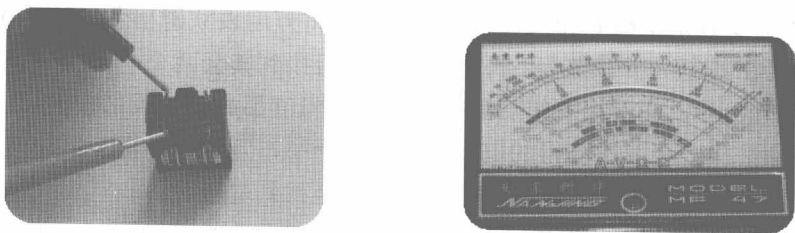

图 2-55 使用指针式万用表检测变压器好坏
步骤③ 用“ $R \times 1K$ ”档测量每个绕组线圈与铁芯之间的绝缘电阻，应均为无穷大，否则该变压器绝缘性能太差，不能使用。图 2-55 所示为使用指针式万用表检测变压器好坏。